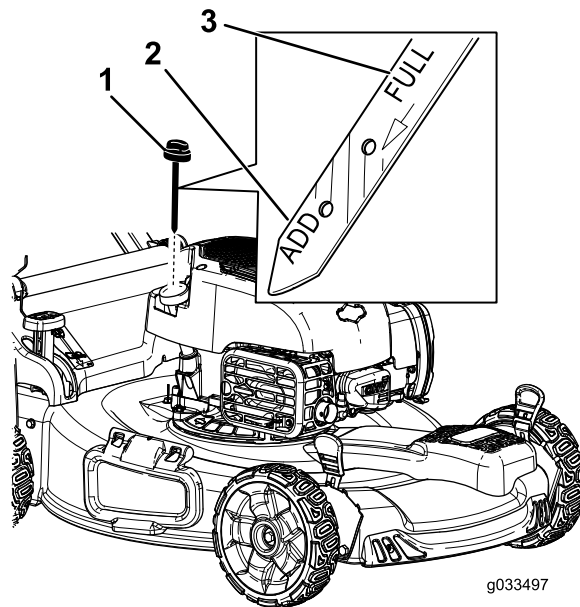

Figura 32
6. Rimuovete l'asta di livello dal tubo di riempimento dell'olio (Figura 32).